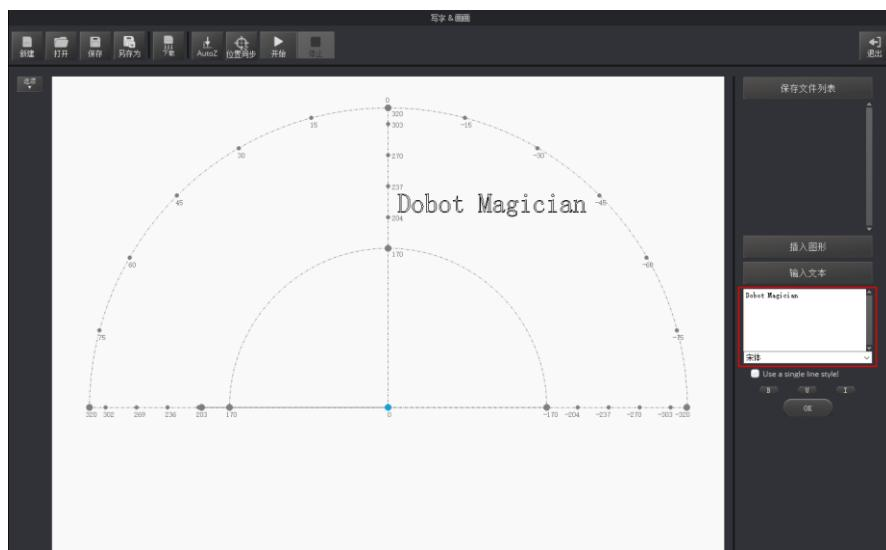

图 5.71 输入文本
- 在“写字 & 画画”页面右下方的“输入文本”区域手动输入文字，并设置文字样式，然后单击“OK”。如图 5.71 所示。